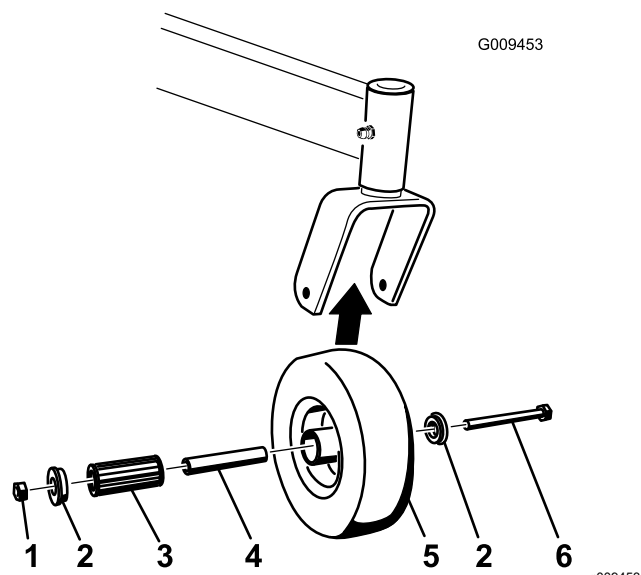

Figure 56
1. Enlevez le contre-écrou et le boulon de fixation de la roue pivotante à la chape (Figure 56).
2. Enlevez une bague, puis sortez la douille pour clé et le roulement à rouleaux du moyeu de roue (Figure 56).
3. Enlevez l'autre bague du moyeu, puis nettoyez la graisse et les saletés éventuellement présentes dans le moyeu (Figure 56).
**Remarque:** Remplacez les pièces endommagées ou usées (Figure 56).
5. Placez une bague dans le moyeu de roue (Figure 56).
6. Lubrifiez le roulement à rouleaux et la douille pour clé, et insérez-les dans le moyeu (Figure 56).
7. Mettez la deuxième bague dans le moyeu (Figure 56).
8. Montez la roue pivotante dans la fourche à l'aide du boulon et du contre-écrou (Figure 56).
9. Serrez le contre-écrou jusqu'à ce que la base de la douille pour clé soit en appui contre l'intérieur de la fourche (Figure 56).